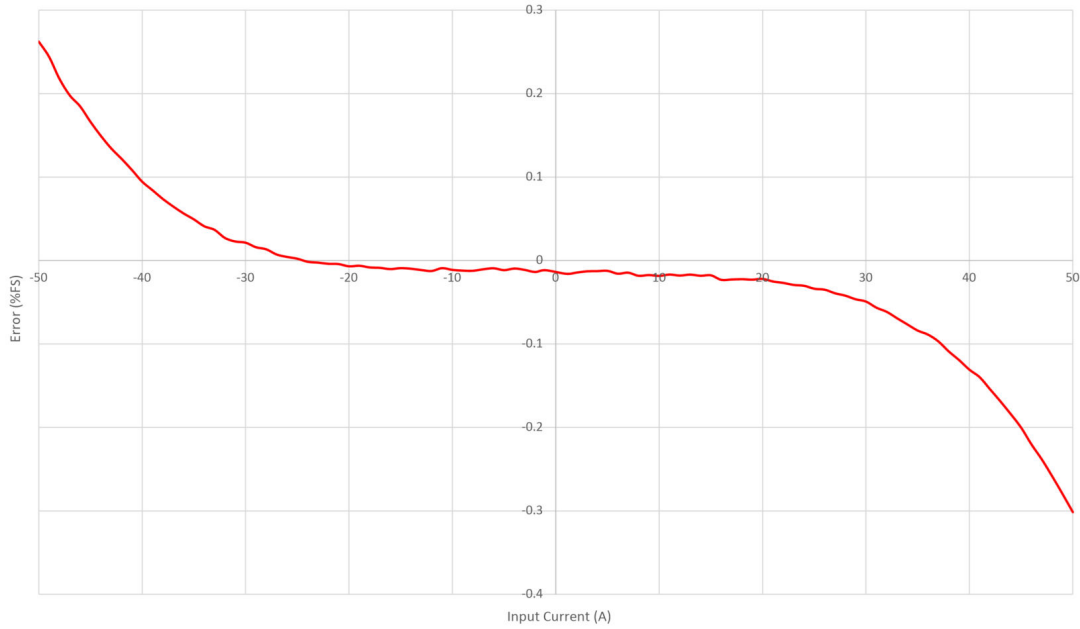

图 3-4. AMC-MOD-50A-EVM 总误差 %FS 结果
10. 绘制相对于输入电流 I_{IN} 的计算结果图。图 3-4 展示了一个结果图示例。